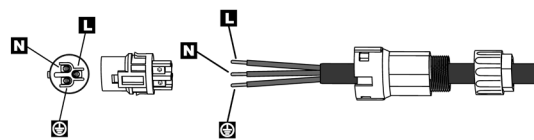

Fig. 30. Raccordement et fixation du manchon à la borne CA.
- d. En suivant le sens de la flèche, exercer une pression sur le manchon fileté jusqu'à ce qu'il soit assemblé à la tête de la borne CA, puis tourner le presse-étoupe dans le sens des aiguilles d'une montre pour le verrouiller (cf. Fig. 30) :